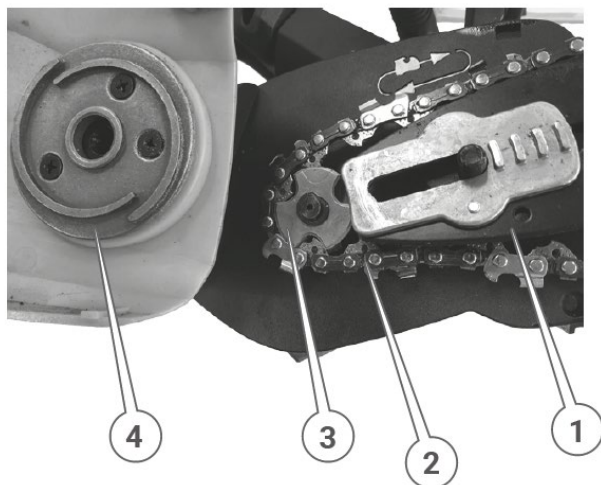

Рисунок 3. Схема встановлення різального блока: напрямної шини та ланцюга.
5.1.2 Встановлення напрямної та різального ланцюга (рис. 3):
- розташувати виріб на рівній поверхні захисною кришкою (4, рис. 3) догори;